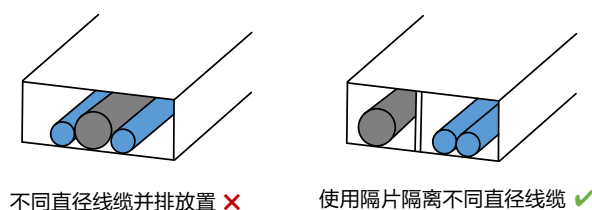

图4-10 隔片分离隔离
- 同一链轨内，若存在不同粗细直径的线缆，外径小的线缆容易被外径大的线缆挤压到底部，此时需使用隔片进行分类隔离，如图 4-10 所示。